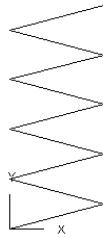

图 10-23 绘制步骤 1)
2) 单击“绘图”工具栏中的“多段线”按钮 $\square$ ，以(0,0,0)为起点，(@200<15)、(@200<165)为下一点绘制多段线。重复上述步骤，结果如图 10-23 所示。